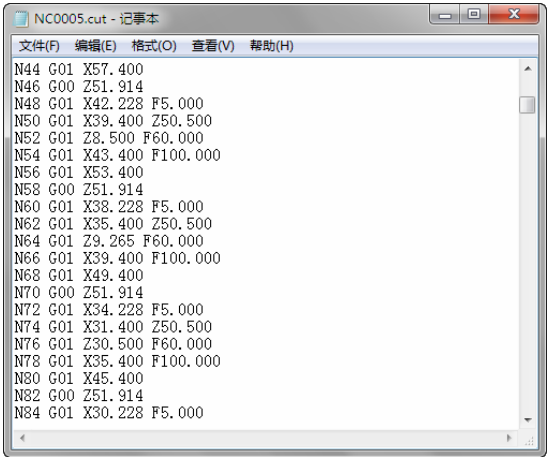

图 4-172 生成的数控代码
4) 单击“确定”按钮，系统接着提示拾取加工轨迹，拾取所有加工轨迹，单击鼠标右键结束拾取，系统即生成数控代码，如图 4-172 所示。